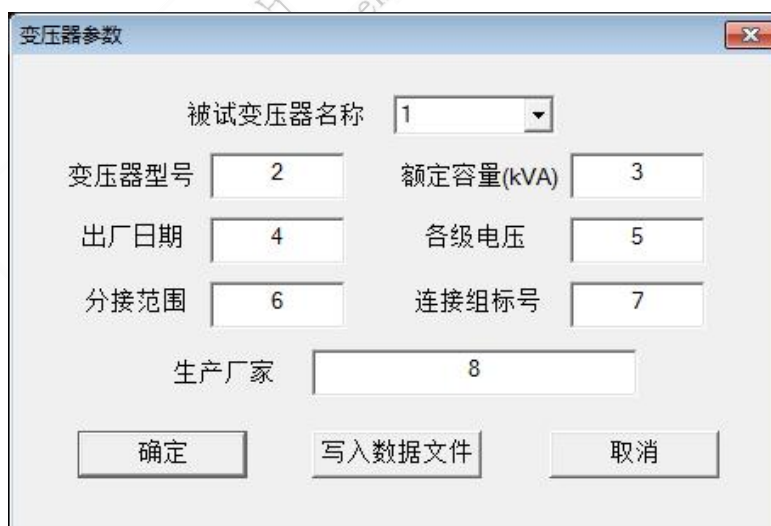

图 21
1.3.1 设置变压器参数，选择此项目后，会打开一个变压器各项参数的对话框，如图 21。设置好各个参数后，按“确认”键保存输入数据，按“取消”键放弃输入数据，按“写入数据文件”键则将此变压器参数写入到已选择的历史曲线文件中，覆盖掉这些文件以前的变压器参数。